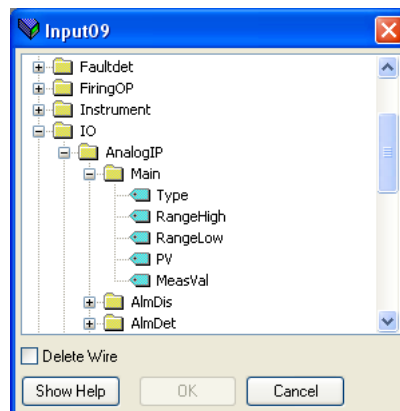

Figure 142 Fenêtre du navigateur
1. Double cliquer sur la position suivante disponible dans le tableau des données d'entrées et de sorties et sélectionner la variable à lui assigner. Un pop-up (Figure 142) sert de fenêtre de navigation dans laquelle une liste de paramètres peut être ouverte.